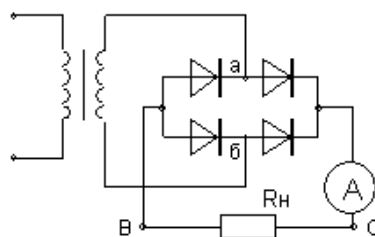

Рисунок 2
3. Исследовать двухполупериодный выпрямитель рисунок 2.
Собрать схему рисунок 2. В точках а и б; с и в снять осциллограммы, замерить амплитуды напряжений и тока в нагрузке, рассчитать сопротивление нагрузки.